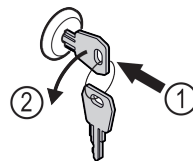

Fig. 181
- Paina avain lukkoon. Fig. 181 (1)
- Kierrä avainta 90° vastapäivään. Fig. 181 (2)